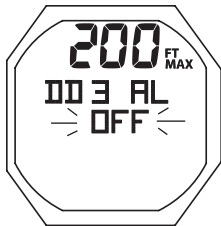

Fig. 133A - SET DD3 AL
**Set DD3 Alarm\*\***, information includes (Fig. 133A):